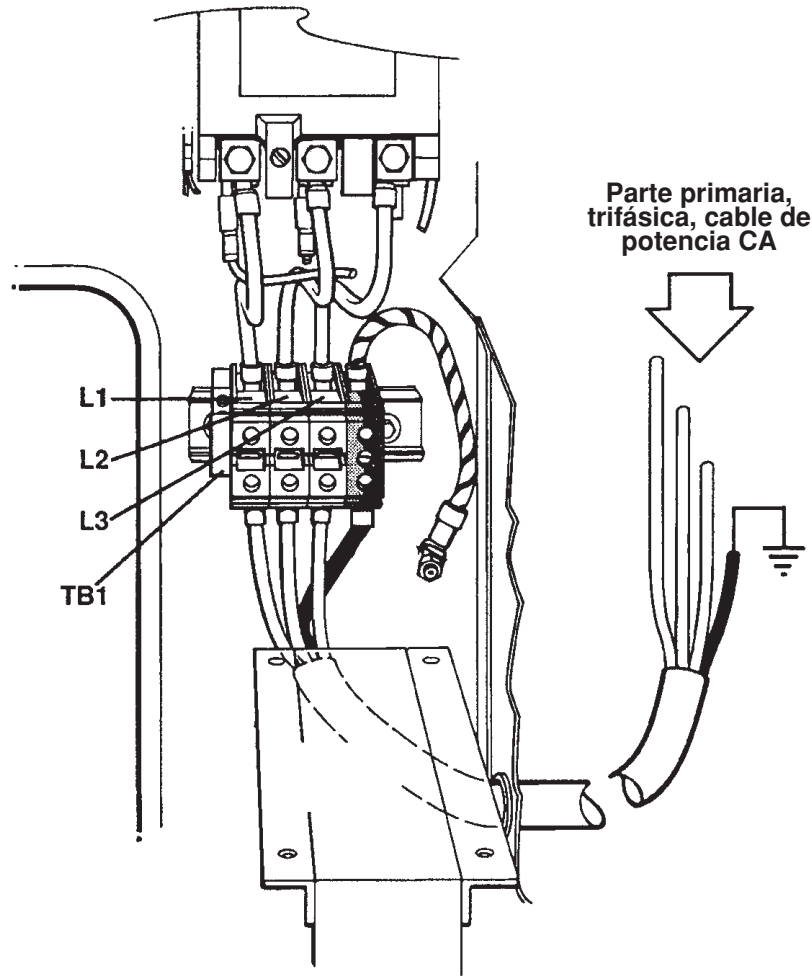

Figura 8-1 Ubicación de medida de la potencia de entrada – HT2000
5. Mida el voltaje en TB1 entre L1, L2 y L3. Refiérase a la Figura 8-1 para detalles sobre el TB1. El voltaje entre cualquiera de dos de los tres puntos en TB1 debería ser igual al voltaje de entrada (200, 208, 220, 240, 380, 415, 480 o 600VCA). Si hay algún problema en este punto, desconecte la potencia principal y verifique las conexiones, el cable de entrada, fusibles y disyuntor de desconexión. Reemplace o repare cualquier componente defectuoso.